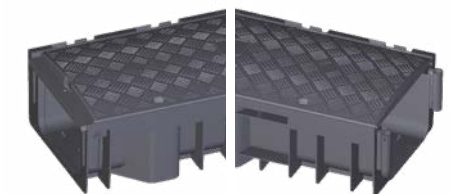

Abbildung 3: Winkelstück für 45°-Winkelement
6. Richten Sie die Stoßkanten der Winkelstücke wie in Abbildung 3 bzw. Abbildung 4 zu erkennen ist, zueinander aus, um das benötigte Winkelement herzustellen.